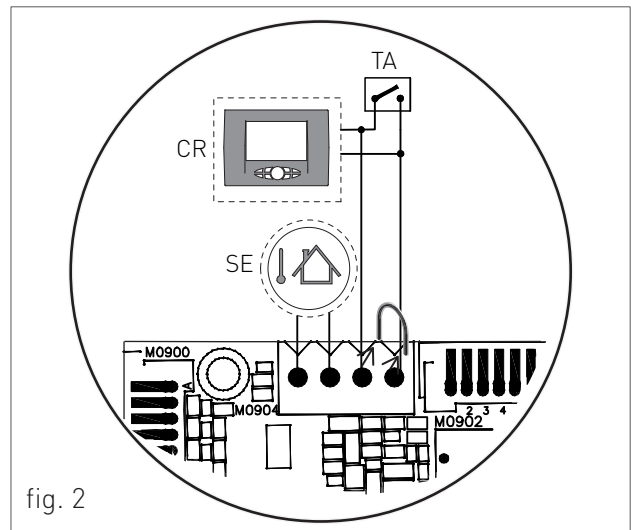

fig. 2
- Pentru sonda de temperatură externă, conectează cei doi conductori nepolarizați la contactele terminalului M0904 (vezi „SE” fig. 2).
- Pentru termostatul de ambianță sau telecomandă, scoateți mai întâi puntea de pe contactele terminalului M0904 și apoi conectați cei doi conductori nepolarizați ai termostatului de ambianță sau telecomandă (vezi „TA” sau „CR” fig. 2).